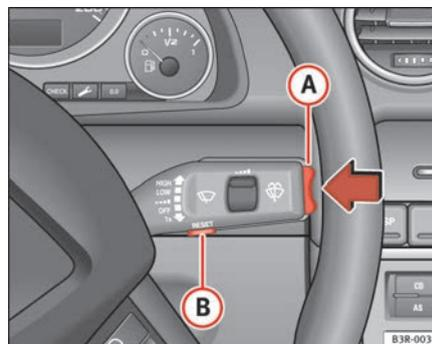

Fig. 58 Palanca del limpiaparabrisas: Interruptor-selector de funciones
- Pulse el conmutador-selector de funciones en la palanca del limpiaparabrisas **(A)** ⇒ fig. 58, en la parte superior o bien inferior, para modificar el valor programado. Un aumento o disminución de la velocidad podrá almacenarse a intervalos de 10 km/h.
- Pulse la tecla Reset dispuesta en la palanca del limpiaparabrisas **(B)** ⇒ fig. 58 hasta que aparezca tachado el símbolo de advertencia del límite de aviso 2.